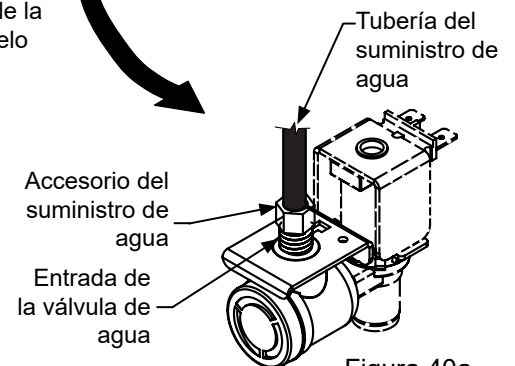
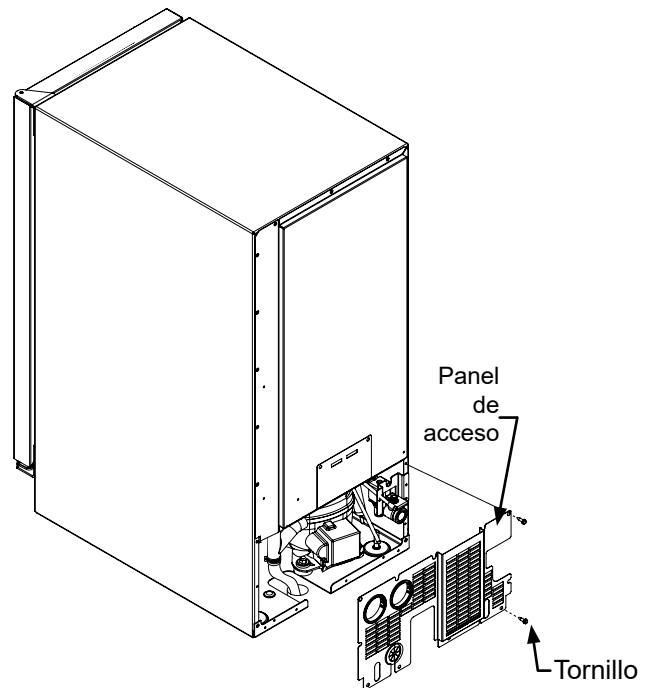

Figura 40a
Figura 41
2. Desconecte el accesorio de conexión del suministro de agua en la entrada de la válvula de agua (vea la Figura 40a).
3. Cambie el control electrónico al modo de limpieza (CLEAN) durante aproximadamente un (1) minuto. Esto energizará y abrirá la válvula de agua, y eliminará la mayor parte del agua de la válvula de agua y de la tubería de agua entre la salida de la válvula de agua y el depósito.
6. Desmonte la tapa de acceso de la parte posterior de la máquina de hielo (vea la Figura 41).